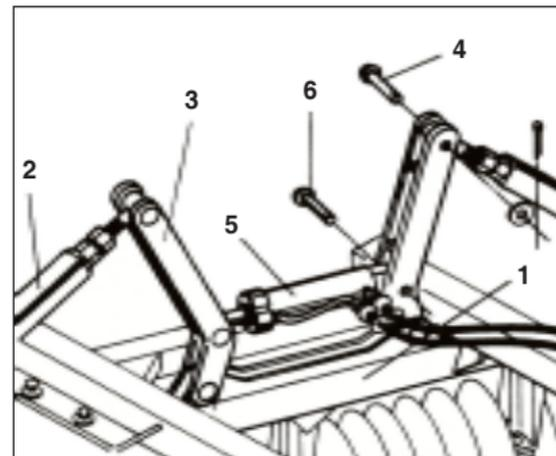

FIGURA 11
MONTAJE DE LOS PISTONES DE ARTICULACIÓN (FIGURA 11)
21 - Colocar el soporte de la barra de articulación item 3 **FIGURA 11**, en el soporte de la armazón central item 1, colocar la barra de articulación item 2 (con el lado del huso de reglaje en el soporte de la barra item 3). A través del pasador item 4, colocar la otra extremidad de la barra de articulación en el soporte de armazón lateral. Introcir el pistón de articulación item 5 en los soportes de la barra de articulación item 3 y fijarlo con el pasador item 6.